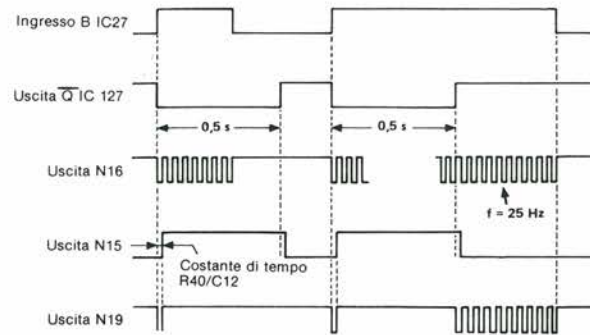

Figura 3. Questo schema degli impulsi dà una buona idea del modo di funzionare del generatore d'impulsi del cursore.
quenza di 25 Hz, ed il cursore si muoverà verso destra o verso sinistra sullo schermo a velocità molto maggiore. Si arriva a questo risultato nel seguente modo. Quando viene azionato un pulsante, l'uscita dell'oscillatore basato su N16 passa immediatamente al livello logico "0". Contemporaneamente viene attivato MMV3, in modo da portare a "0" anche la sua uscita \bar{Q} . La combinazione R40/C12 ritarda brevemente la reazione di N15 all'apparire dello "0". Di conseguenza N19 passa lo "0" di N16 al contatore. Dopo questo breve intervallo, l'uscita di N15 passa al livello "1", e quindi il segnale dell'oscillatore viene bloccato da N19. Una volta trascorso il tempo del multivibratore (0,5 secondi), l'uscita di N15 torna al livello "0" e viene passata ai contatori la frequenza di 25 Hz. La figura 3 aiuterà a chiarire tutto questo.
Figura 3. L'economizzatore di carburante non indica l'esatto numero di giri, ma dà un'idea generale del fatto che essi siano troppo bassi, troppo alti, o giusti.
La figura 3 mostra come funziona il display in relazione alla curva coppia/velocità di rotazione. Basteranno tre LED. Avere un segnale acustico supplementare significa che non si devono tenere d'occhio i LED in continuità. Una nota breve segnala il passaggio dal campo del verde a quello del rosso, ed indica che è il momento di cambiare marcia. Quando si supera il numero di giri massimo viene generata una nota di avviso intermittente.
2. Il limite inferiore ($n1$) e quello superiore ($n2$) della velocità di rotazione del motore, vengono ricavati dalla curva coppia/giri del motore (vedi figura 3). Se la curva non si trova nel manuale, chiedetela al rappresentante da cui avete comprato la macchina.